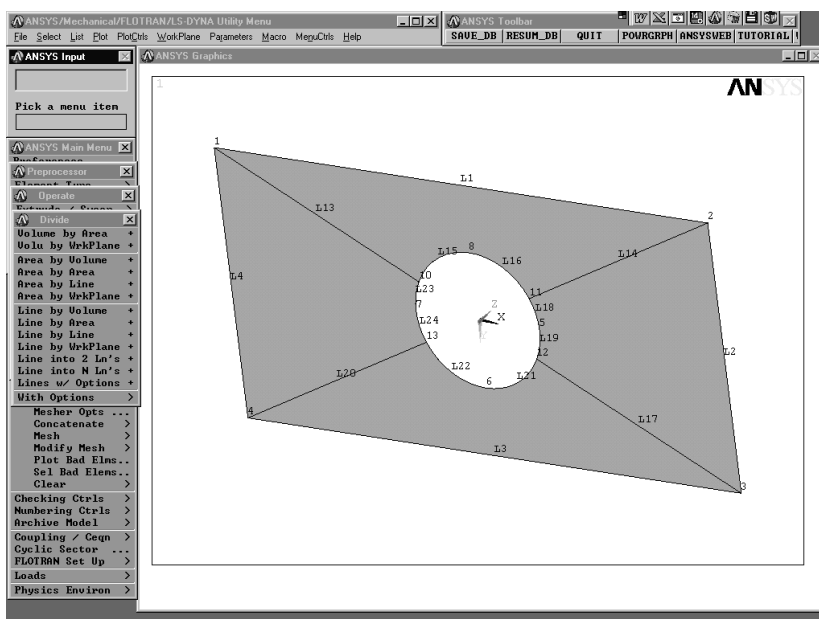

Рис. 6.3. Создание секущих линий
5) Выполнить по парное суммирование линий образующих окружность отверстия для уменьшения их числа (номера линий и их расположение см. на рис. 6.3):